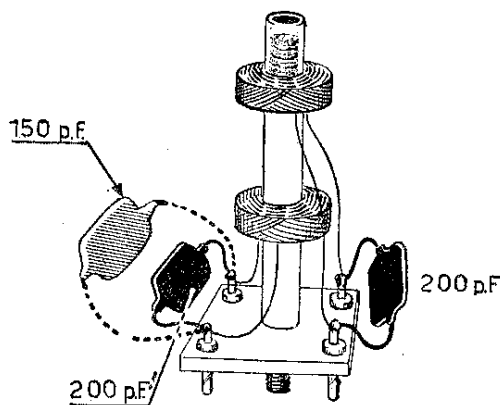

Fig. 140
*Se non fosse possibile tarare la media frequenza per eccessiva capacità (questo accade quando il nucleo risulta completamente all'esterno) necessita aprire la media frequenza, controllare la capacità del condensatore fisso posto in parallelo e sostituirlo — se del caso — con un altro di capacità inferiore di circa 10 pF (fig. 140). Nell'eventualità non fosse possibile stabilire la capacità del condensa-*